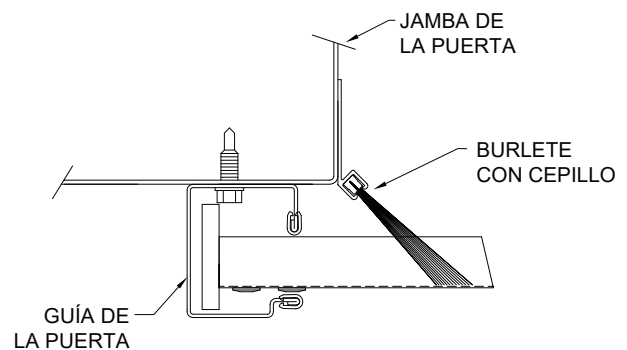

Figura 20.
13.2 Cierre la puerta antes de instalar el burlete con cepillo. Coloque el burlete con cepillo de forma que toque la parte hundida de la persiana. Véase la Figura 20. Asegure los burletes con cepillo a la jamba cada 12 pulgadas con los sujetadores adecuados.